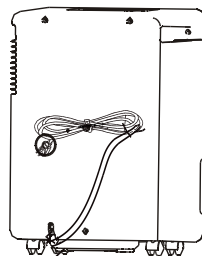

Fig. 12
- Enrolle el cable y líe la unidad con la banda (Fig. 12).